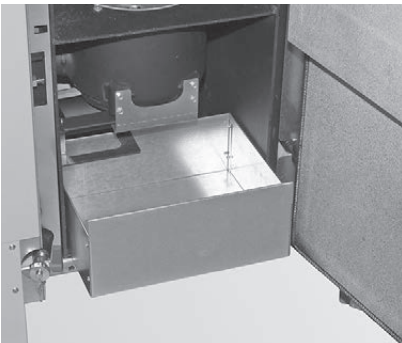

Fig. 78 Retirerle tiroir à cendres et le placer devant la chaudière
- Retirer le tiroir à cendres et le placer devant la chaudière – Fig. 78.